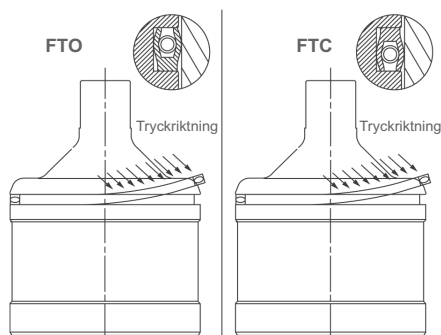

Bild 9
- Placera ringen över pluggens koniska överdel så att ringens kanter är riktad mot trycket (se Bild 9).
Till den radiella ringens monteringsriktning (11F) på pluggen (se Bild 9). Flöde tenderar att öppna: den öppna sidan är överst. Flöde tenderar att stänga: den öppna sidan är i den undre delen.
- För in ringen i spåret (utan att snurra den) som visas i Bild 9. Den här åtgärden kan underlättas genom att värma upp ringen. Ringens temperatur ska inte överskrida 150°C.